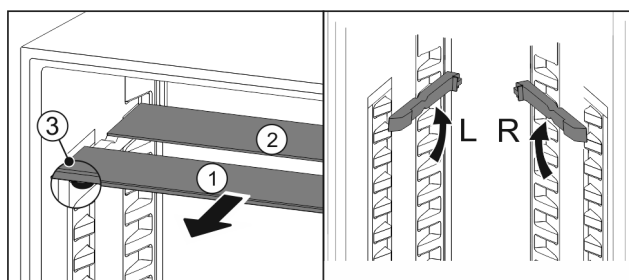

Fig. 55
- Tõmmake Fig. 55 (1) klaasplaadid üksikult ettepoole välja.
- Ilulisti klaasplaat Fig. 55 (1) asub ees.
- Pidurid Fig. 55 (3) on suunatud allapoole.